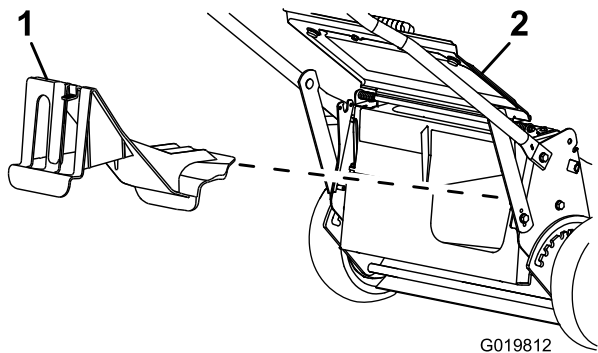

Figura 3
10. Per installare il coperchio di scarico posteriore, afferrate la maniglia, sollevate il deflettore posteriore e inseritelo nel condotto di scarico posteriore fino a bloccare il fermo in posizione (Figura 3).